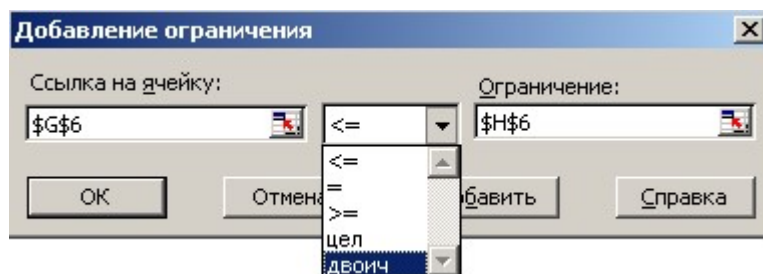

Рис. 3.3
3.1.6. Ввести в программу ограничения. Для чего щелкнуть мышью по кнопке **Добавить** диалогового окна **Поиск решения**. Появляется другое диалоговое окно **Добавление ограничения** (рис. 3.3).